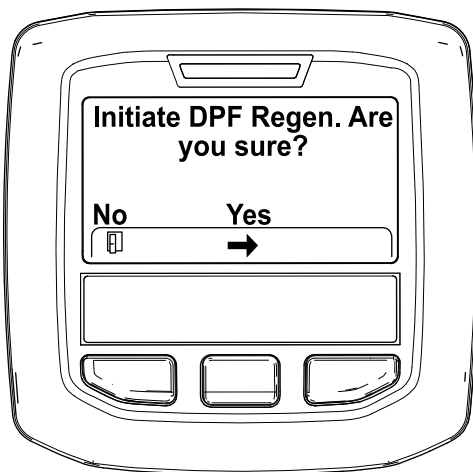

図 34
4. Initiating DPF Regen DPF 再生開始 Are you sure? というメッセージが表示されるので、中央ボタンを押す 図 34。